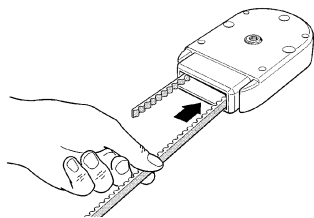
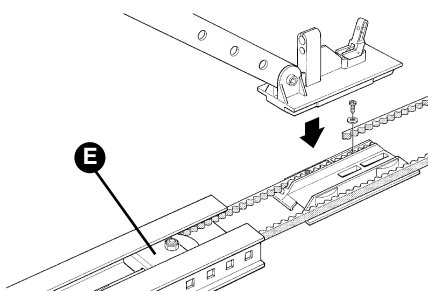

Figure 28
Figure 29
- 3 Faire passer l'extrémité libre de la courroie à travers la tête, comme indiqué sur la figure 28, et la fixer au chariot avec les vis et les rondelles déjà présentes, comme indiqué sur la figure 29. Faire attention à la position de la courroie: elle doit avoir les dents vers l'intérieur, être droite et ne pas être entortillée.